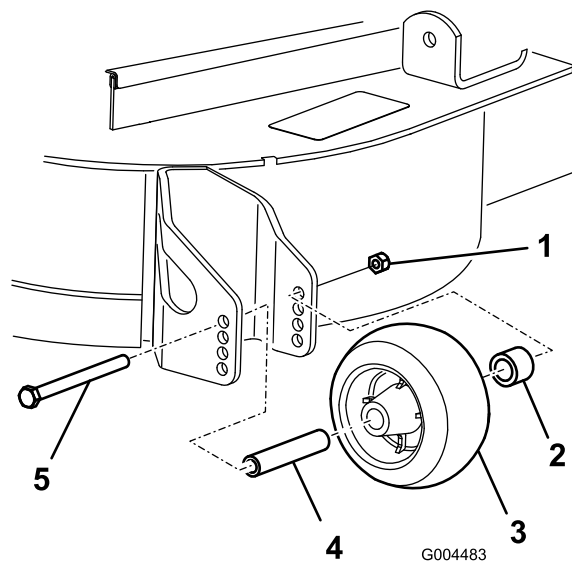

Figura 26
- Depois de regular a altura de corte, ajuste os rolos retirando a porca flangeada, a bucha, a cunha e o parafuso (Figura 26).
- Coloque a porca flangeada, a bucha, a cunha e o parafuso. Aperte com 54–61 Nm (Figura 26).